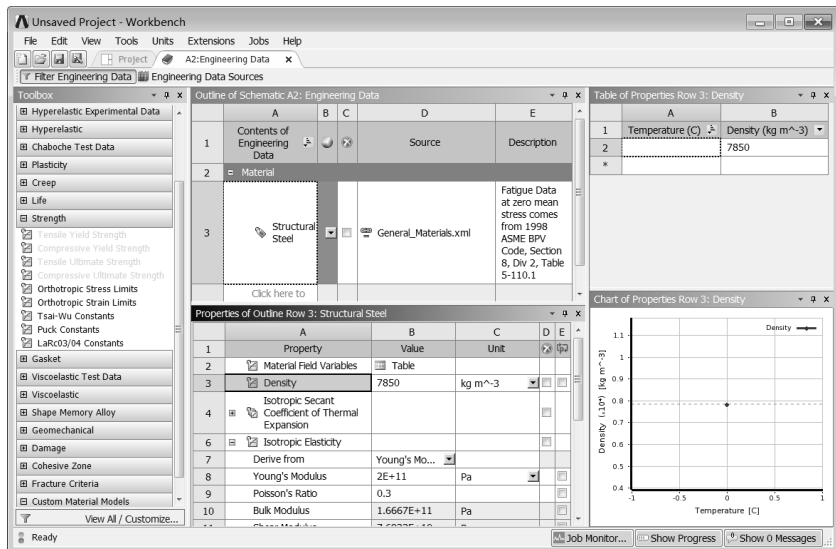

图 5-167 材料参数设置界面
Step1: 双击项目 A 中的 A2 Engineering Data 项, 进入如图 5-167 所示的材料参数设置界面。在该界面下即可进行材料参数设置。